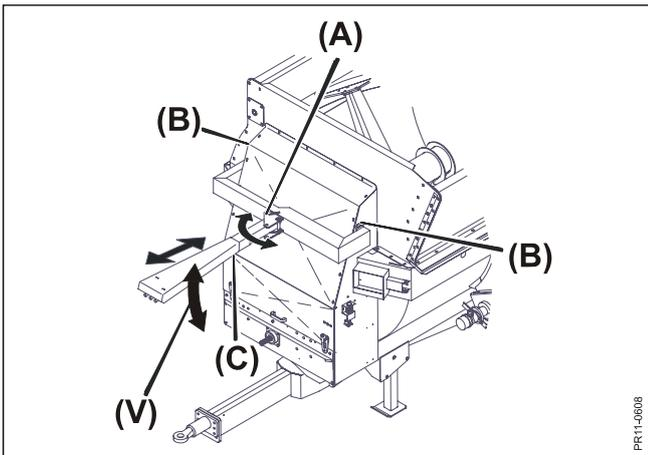

Fig. 4.11
Fig. 4.11 Durch Verstellen des Zapfen (A) ist die Bedienungskonsole 90° zu drehen. Mit einer Lockerung der 4 Bolzen (B) ist der Winkel (V) anzupassen. Der Abstand zwischen der Bedienungskonsole und dem Schlepper ist mit einer Lockerung des Handgriffes (C) und einer Verschiebung des äußersten Teiles der Konsole einzustellen.